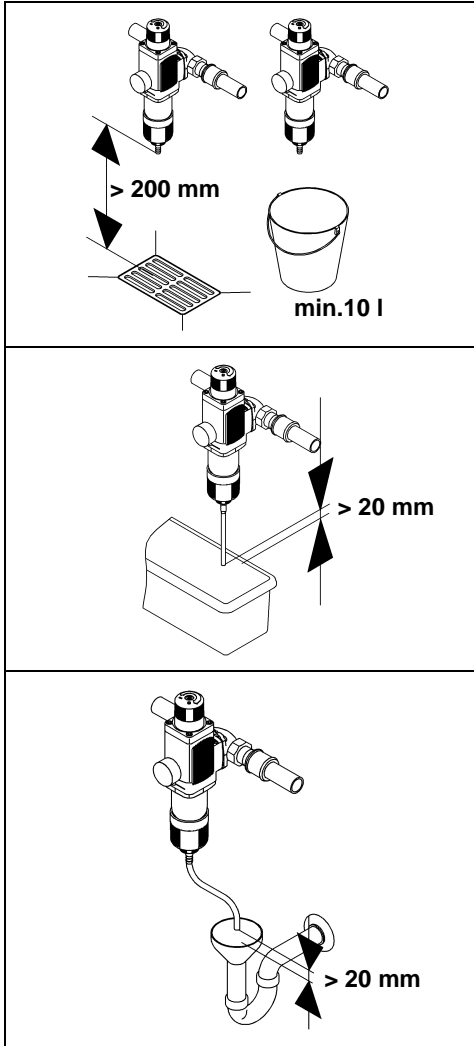

Fig. 4: Possibilités d'évacuation de l'eau de rétrolavage
L'eau de rétrolavage exige un écoulement d'eau chargée suffisamment dimensionné (par exemple évacuation au sol) selon DIN 1986. En l'absence d'un tel raccordement, vous pouvez utiliser un seau de taille appropriée (cf. fig. 4).
- Si le seau est rempli à moitié, il faut achever l'opération de rétrolavage. Sinon, le seau risque de déborder. Il faut donc que le seau soit suffisamment dimensionné (cf. fig. 4) et que le rétrolavage se réalise rapidement.